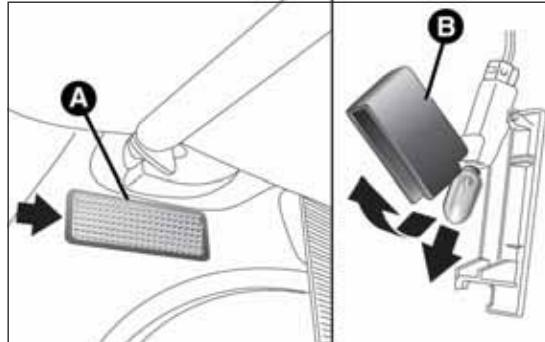

fig. 44
- aprire il bagagliaio ed estrarre la plafoniera A fig. 44 agendo nel punto indicato dalla freccia;